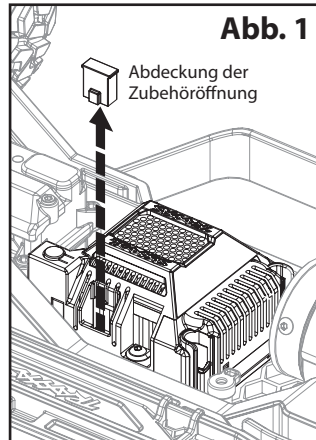

Abb. 1
1. Nehmen Sie die Abdeckung der Zubehöröffnung am elektronischen Geschwindigkeitsregler mit einer Spitzzange ab (Abb. 1).